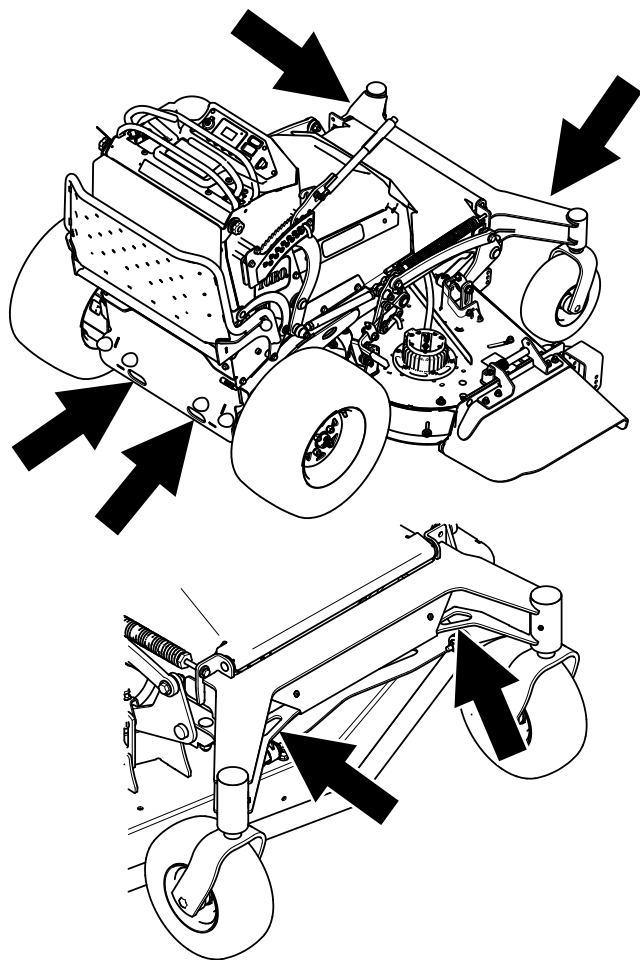

Figure 38
7. Amarre la máquina cerca de las ruedas giratorias delanteras o los orificios del bastidor delantero, y junto a los orificios del parachoques trasero con correas, cadenas, cables o cuerdas (Figure 38). Consulte la normativa local respecto a los requisitos de amarre.